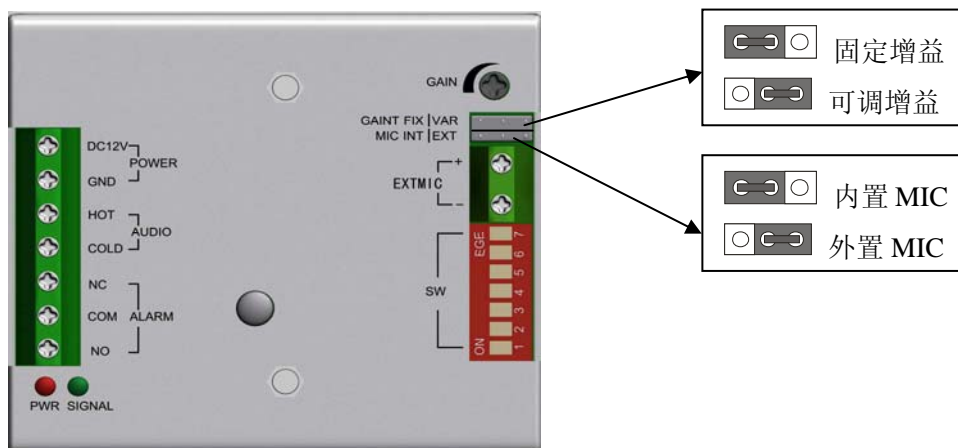

图 3
(1) PWR 为电源指示灯（红色）；
(2) SIGNAL 为声音信号强度指示灯（绿色）。亮度随声音信号的强弱变化，当探测到的声音强度达到设定的报警阈值时，绿色 LED 会保持常亮状态 3 秒左右。
3.5. EXT MIC|EXT 为外置 MIC 选择：根据安装环境可选择使用外部 MIC，使用外部 MIC 时，请将 MIC INT|EXT 跳线调整至  位置，并在外置 MIC 连接端口上按照要求安装外置 MIC。产品出厂默认为启用内部 MIC，跳线位置 （见图 3）。（随机附件：外置 MIC，延长线需使用单芯屏蔽线，线长不可超过 50 米。屏蔽线中间芯线接“+”接线端子，屏蔽网线接“-”接线端子）